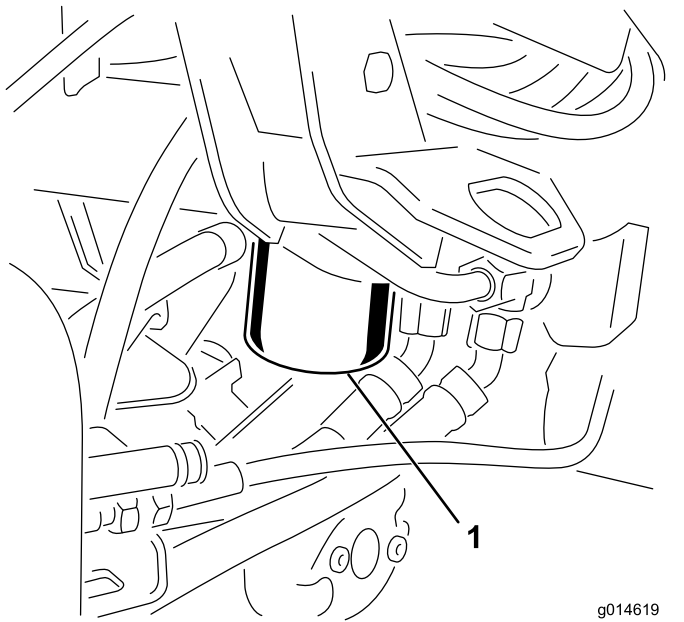

Figure 44
- Nettoyez la zone autour de la surface de montage du filtre (Figure 44). Placez un bac de vidange sous le filtre et enlevez le filtre.